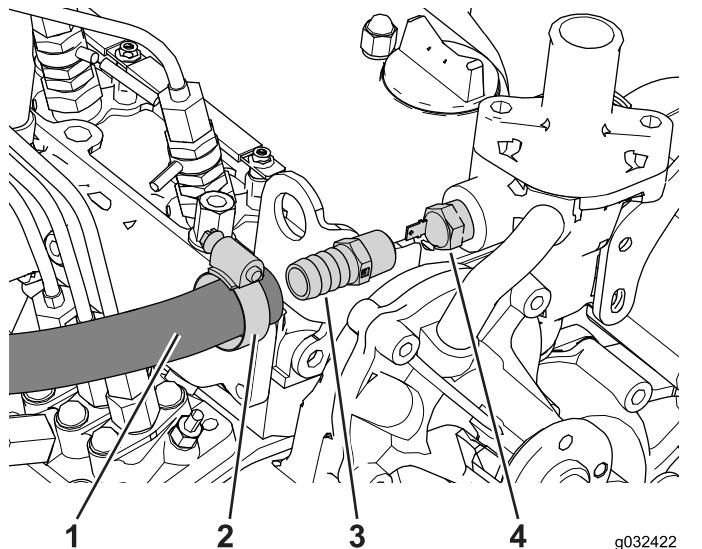

Figura 20
6. Coloque la abrazadera sobre el extremo de la manguera (Figura 20).
7. Inserte el acoplamiento recto en la manguera y sujetelo con la abrazadera (½" a 1¼"), según se muestra en Figura 20.
2. Localice, desconecte y retire el sensor de temperatura (Figura 20).